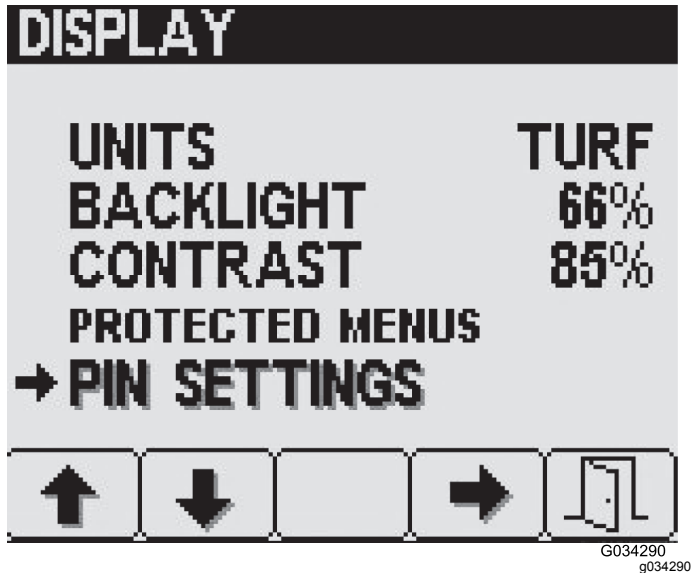

Figura 31
1. Nella schermata del menu Display, premete il pulsante 2 per navigare all'opzione Impostazioni PIN, poi premete il pulsante 4 per selezionare Impostazioni PIN (Figura 31).
1. Nella schermata Impostazioni PIN, premete il pulsante 2 per navigare all'opzione Modifica PIN, poi premete il pulsante 4 per selezionare Modifica PIN (Figura 31).